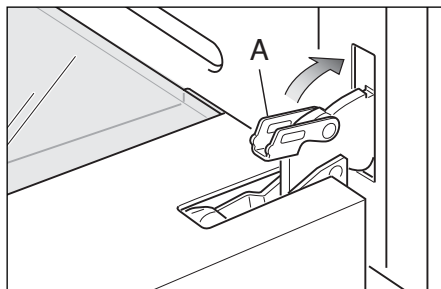

Fig. 43d
- 4 Déverrouillez la porte du four en l'ouvrant complètement et en fermant le levier « A » sur les charnières gauche et droite (Fig. 43d).